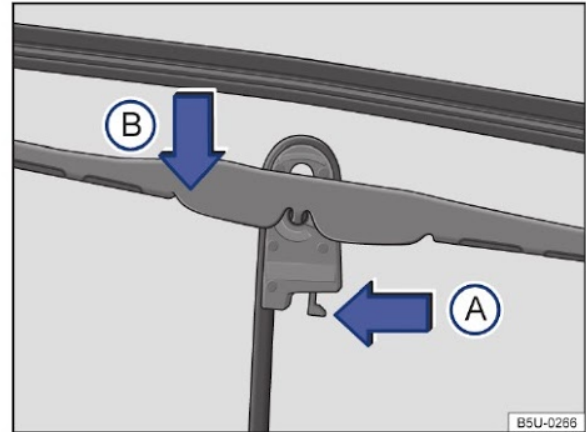

Fig. 106 Substituir as palhetas dos limpadores do para-brisa.
- Colocar a palheta em uma posição perpendicular em relação ao braço → Fig. 106.